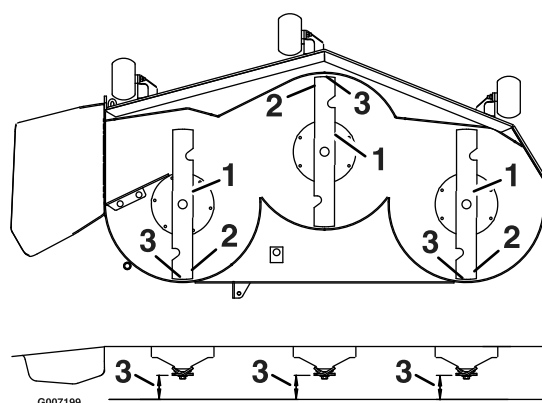

Figure 63
3. Faites pivoter les lames avec précaution pour faire passer les pointes avant à l'arrière (Figure 63).
4. Mesurez la distance entre la pointe de la lame avant et la pointe de la lame arrière par rapport à la surface plane (Figure 63). Si la pointe avant de la lame n'est pas de 1,6 à 7,9 mm (1/16 à 5/16 po) plus basse que